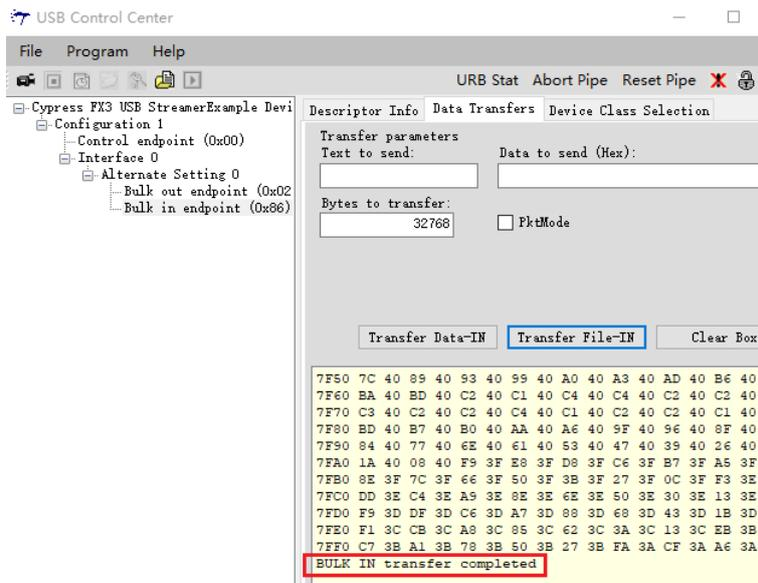

图 1-27 数据传输完成界面显示
- Cypress 软件接收数据，并提示传输成功。如下图 1-27 所示。